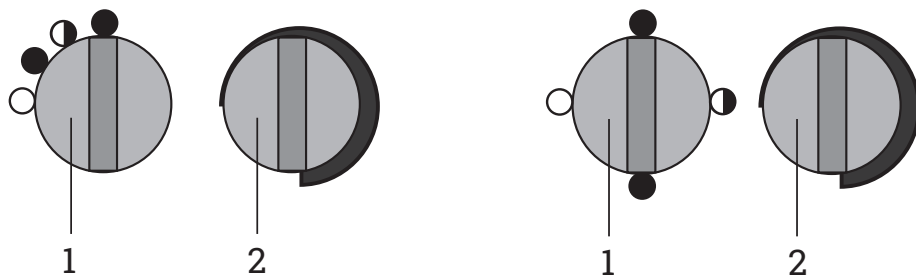

Рис. 2. Варианты блока управления
1. Установить ручку переключателя режимов (1) в положение «0». Повернуть ручку терморегулятора (2) в крайнее против часовой стрелки положение.
2. Для подключения к стационарной электросети тепловая пушка комплектуется сетевой вилкой (установлена на корпусе тепловой пушки) и ответной сетевой розеткой. Кабель питания в комплект поставки не входит. Схему расположения контактов на вилке см. в приложении на рис. 2.
Для включения тепловой пушки в режиме вентиляции необходимо установить переключатель режимов (1) (рис. 2) в положение «1» (вентиляция без нагрева) . При этом начнет работать вентилятор.
Для выключения тепловой пушки необходимо установить переключатель режимов (1) (рис. 2) в положение «0» (выключено). При этом вентилятор должен отключиться. Отключить тепловую пушку от источника питания.